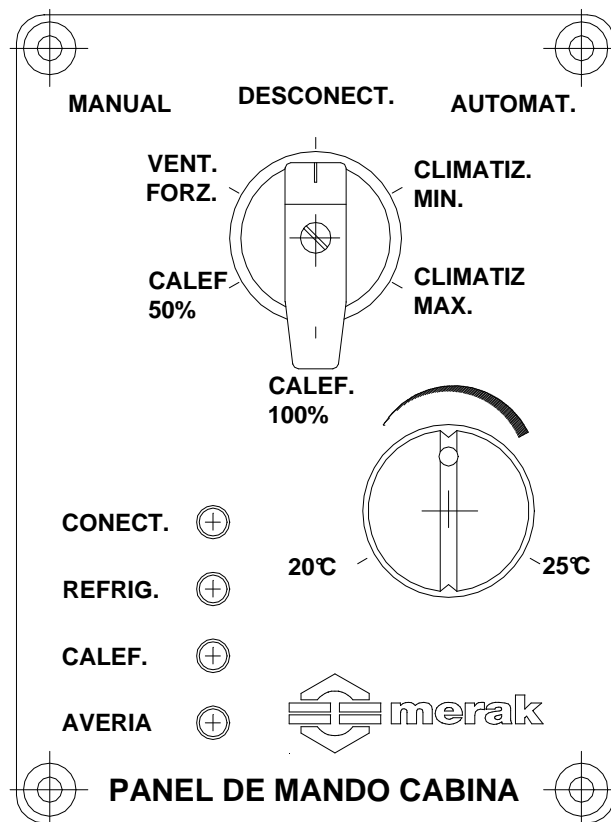

Figura A-15. Panel de mando de cabina
A.3.2 Panel de Mando de Cabina (Figura A-15)